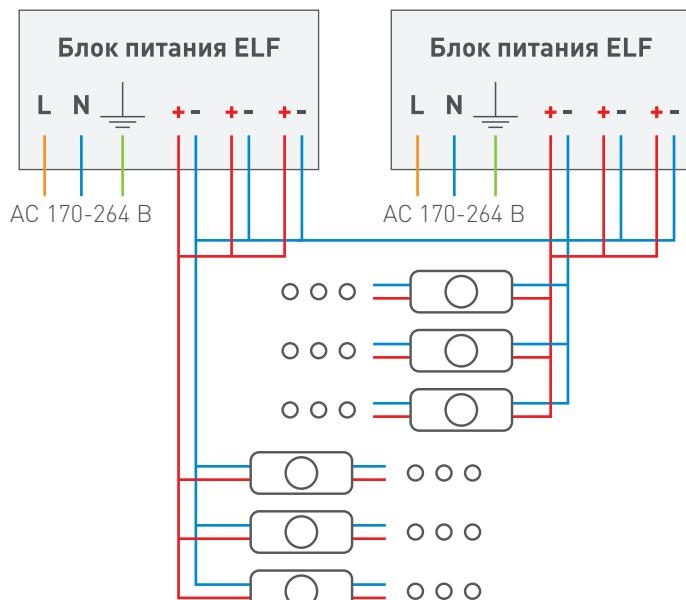

Рис. 8
**ВАЖНО:** При использовании нескольких блоков питания в одной рекламной конструкции, объединение блоков питания по минусовому проводу терминала «Выход» (Output), как показано на Рис. 8, является обязательным!